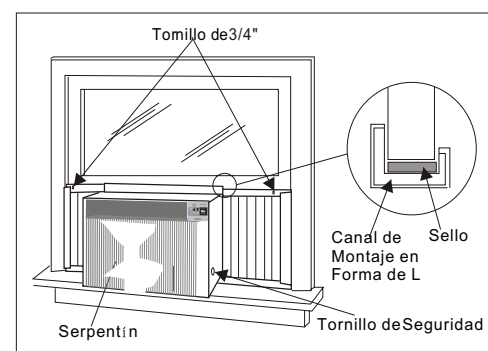

Fig. 12
B. Vuelva a instalar los tornillos del armazón deslizante (que se quitaron anteriormente) de ambos lados del gabinete. Vea la (Fig. 12). Asegure la parte superior de los marcos al marco de la ventana con 2 tornillos de 3/4".
C. Ahora, asegure el marco inferior de las persianas con una grapa y un tornillo de 3/4" de cada lado (Fig. 12).